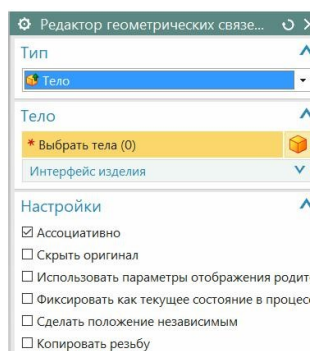
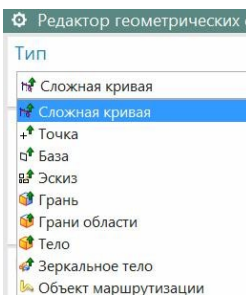
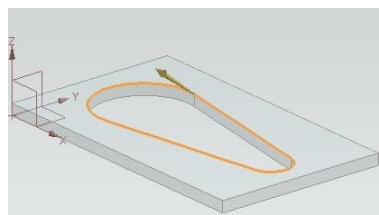
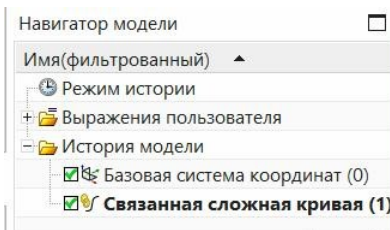

Рис.9
рис.10
рис.11
рис.12
- По этой команде система предоставит диалоговое окно рис.9. Обратите особое внимание на выключенный переключатель «**Сделать положение независимым**». Это означает, что в данный момент мы формируем позиционно-зависимую WAVE связь!
- В диалоговом окне рис.9, в поле «Тип» и перечислены те примитивы, которые можно перенести (рис.10). В нашем случае мы выбираем контур выреза в серой панели (рис.11), и в результате его переноса в НМ *рабочей детали* появляется соответствующая строка (*Связанная сложная кривая*, рис.12).